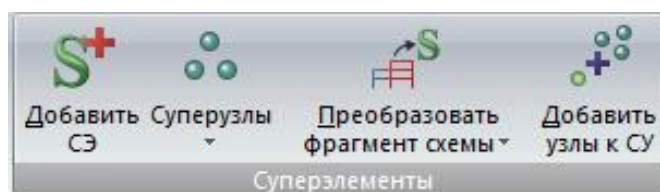

Рис. 49. Панель **Суперэлементы**
- **Суперэлементы** (рис. 49) – операции по созданию и работе с суперэлементами;
Панель **Суперэлементы** (рис.49) содержит следующие команды: